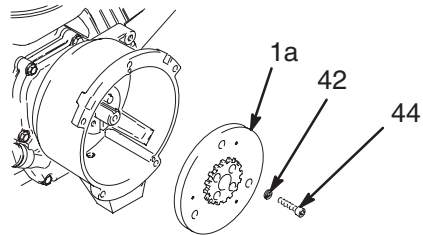

Fig. 10
9. Fig.10. Utilice una llave de impacto o coloque una cuña entre el inducido (1a) y el cárter del embrague para sujetar el eje del motor durante el desmontaje.
10. Saque los cuatro tornillos (44) y las arandelas de seguridad (42).